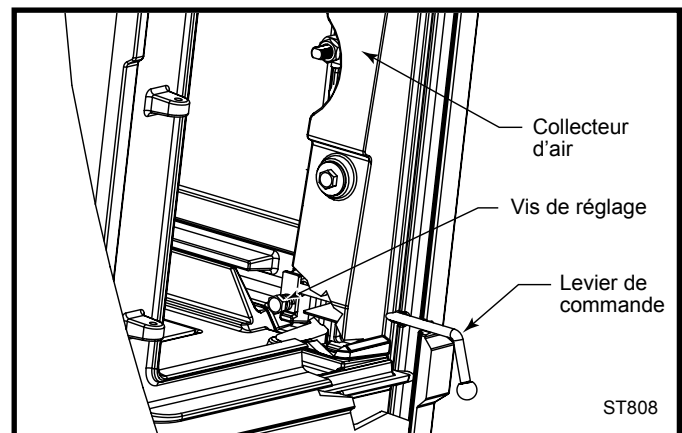

Fig. 34 Réglages du levier de commande d'air primaire.
Avec le temps, le levier de commande d'air peut se serrer ou se desserrer. Pour régler la tension du levier de commande, laissez le poêle atteindre la température de la pièce. Ouvrez la porte de chargement latérale et repérez la paroi interne de l'avant du poêle. (fig. 34) Repérez le boulons à tête hexagonale inférieur (A) sur la tige du collecteur d'air primaire de l'un des deux côtés du poêle. Utilisez une clé de 7/16 po pour le réglage.